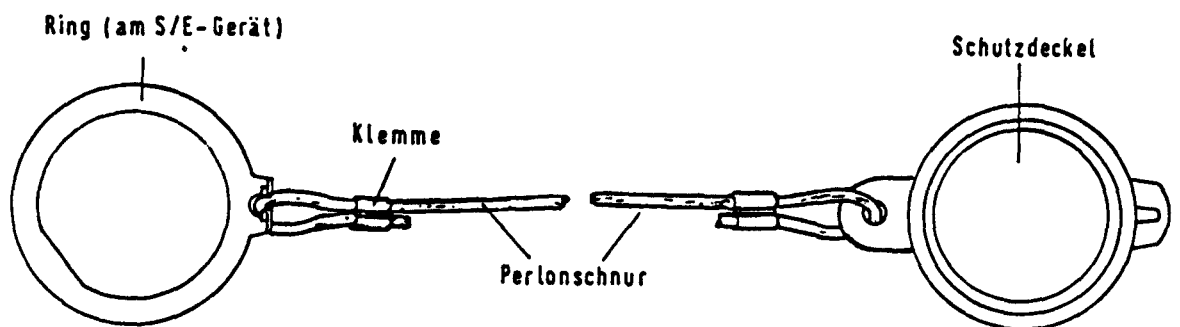

Bild 26. Schutzdeckel
4.4.2.7. Schutzdeckel (Bild 26)